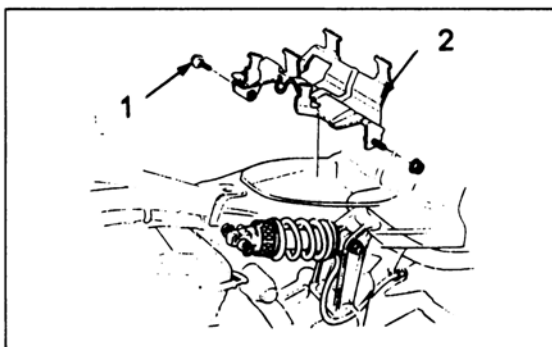

Bild 185
- Kraftstoffpumpe, Kraftstoffpumpen- und Blinkerrelais samt Halterung abnehmen (Bild 185).